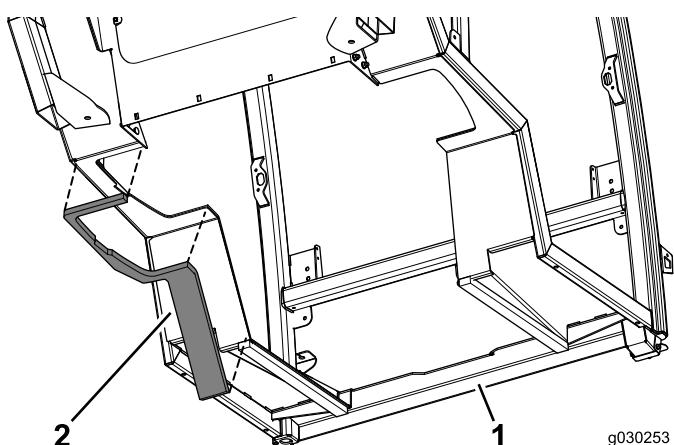

Figure 8
- 3. Appliquez le joint gauche sur le côté gauche de la cabine (Figure 8).